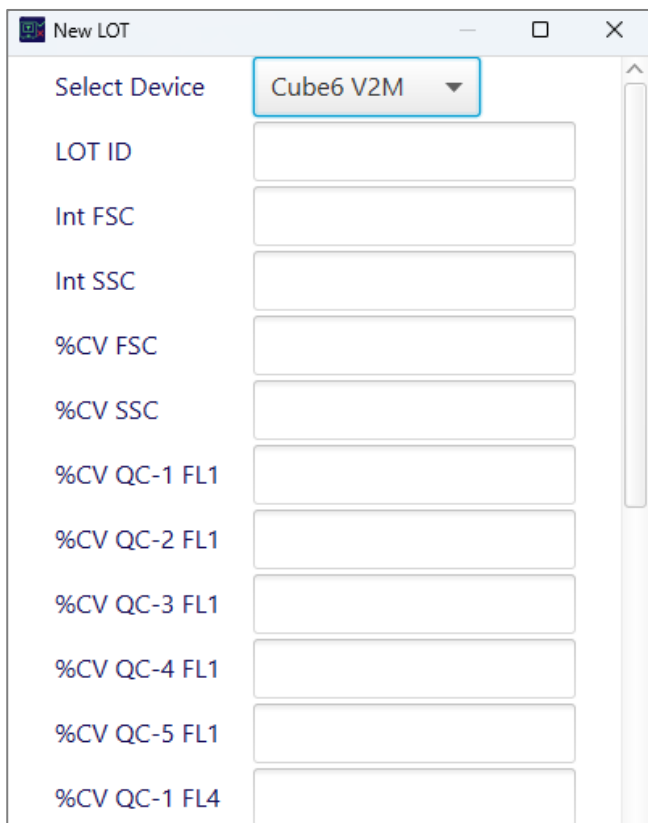

Abbildung 10. Ansicht des Fensters *New LOT*
1. Klicken Sie dazu auf den Button **New LOT** . Tragen Sie in das sich öffnende Fenster die *LOT-ID* und die aufgelisteten Parameter ein (siehe Abbildung 10). Die Parameter werden mit den *SAFIA Check Partikeln* mitgeliefert. Sie dienen als Vergleichsgrößen (Benchmark) für jeden *Performance Check*.